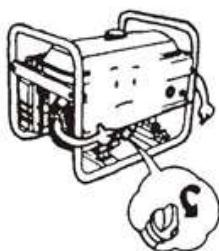

Рис. 9
3.1.1 Відкрутить ковпачок масляного патрубка та почистіть масляний щуп чистою серветкою (Рис. 9).